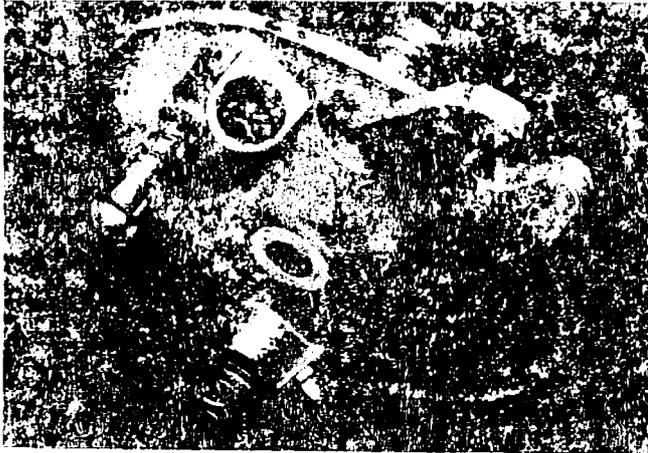

Bild 163. Arretierbolzen mit Druckfeder einsetzen
10. a) 6. Arretierbolzen Nr. 122882-0 und Druckfeder Nr. 122883-0 in kleine Bohrung der Gegenhalteplatte so einsetzen, daß die in den Bolzen eingefräste Rundung nach der Bohrung zeigt (Bild 163). In dieser Stellung den eingedrückten Arretierbolzen mit Kerbstift 2×14 mm KS 3 Nr. 20633 verstitfen. (Stift mit einem Dorn einschlagen.)